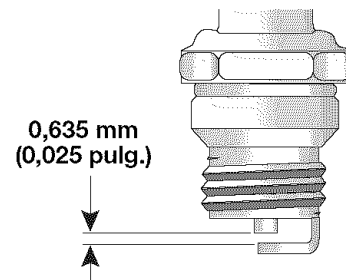

Fig. 23
3. Cambie las bujías que estén rajadas, sucias o deterioradas. Fije la separación de aire a 0,635 mm (0,025 pulgadas) utilizando un calibre (Fig. 23).